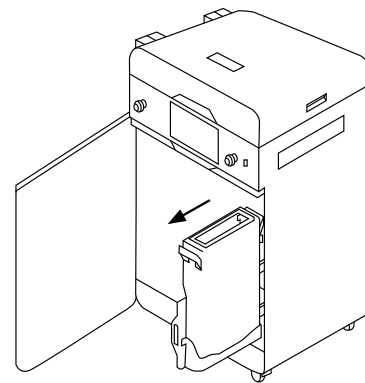

Abb. 9.6 Ziehe den Overflow container heraus.
4. Ziehe den Overflow container heraus (Abb. 9.6).